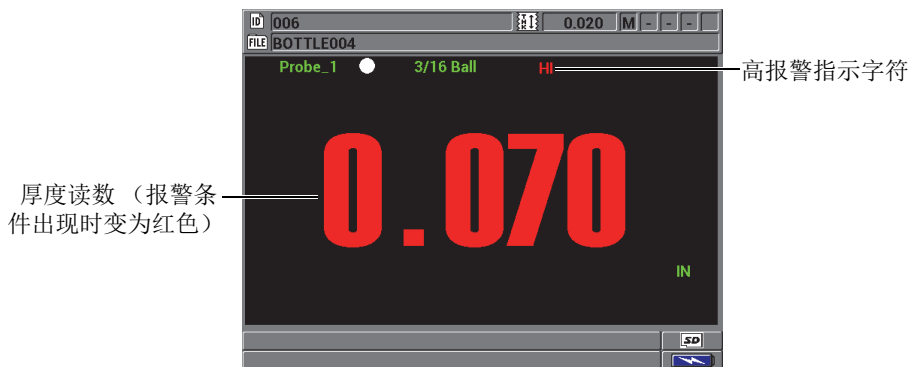

图 5-5 高报警指示字符示例
- 在测量屏幕的右上角，出现闪烁的 **HI**（高）或 **LOW**（低）报警指示字符（参见第 86 页的图 5-5）。